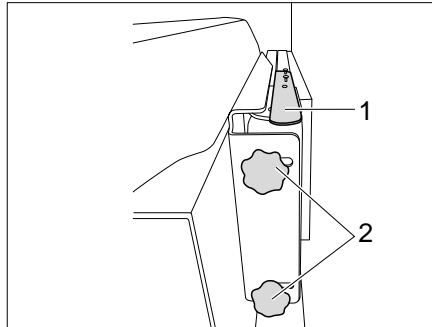

Bild 134 Halterung mit Gelenkarm (Variante 1)
- Hebel (Bild 134,1) nach unten drücken um Flachbildschirm aus Arretierung zu lösen. Hebel loslassen.
- 2 Rändelschrauben (Bild 134,2) lösen und Flachbildschirm in die gewünschte Position schwenken. Rändelschrauben (Bild 134,2) wieder anziehen.